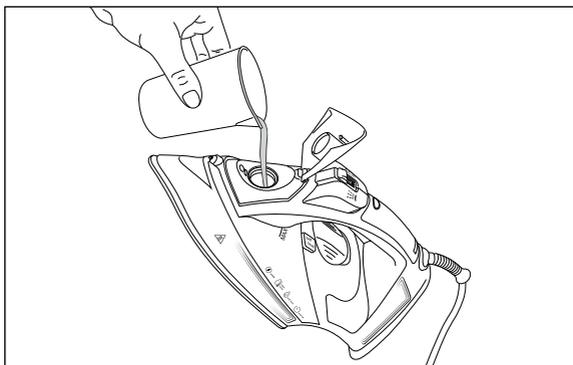

Fig. 4
- 3) Riempire il misurino **15** di acqua di rubinetto o acqua distillata. Con il misurino **15**, riempire il serbatoio dell'acqua **13** (vedere fig. 4).